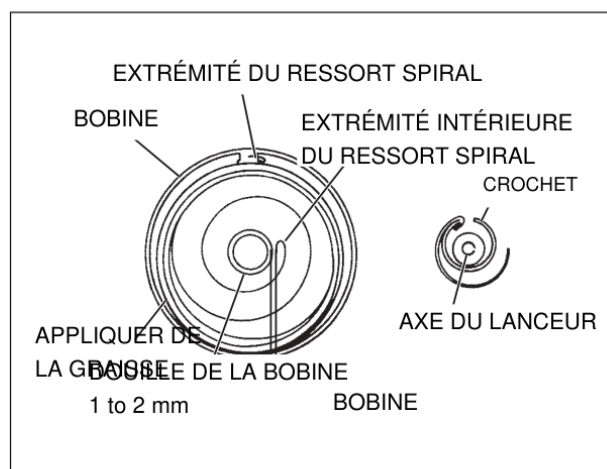

Fig. 9-4
- 2 Vérifiez que le ressort est bien en place dans la bobine et formez son extrémité pour ménager 1 à 2 mm de jeu entre l'extrémité intérieure du ressort et la douille de bobine, afin que l'extrémité accroche bien le crochet (Fig. 9-4). La forme de l'extrémité intérieure (environ 10 cm) peut être ajustée à la pince si nécessaire.
- 1 Si le ressort s'échappe de la bobine : formez un anneau de diamètre légèrement inférieur au logement du ressort avec un fil fin. Accrochez l'extrémité extérieure du ressort sur une partie de l'anneau et réenroulez le ressort dans l'anneau (Fig. 9-6), puis insérez le tout dans le logement. Retirez l'anneau lentement en maintenant le ressort pour éviter qu'il ne se déplace (un tournevis facilite le retrait). Voir Fig. 9-4 pour le sens de mise en place du ressort spiral.